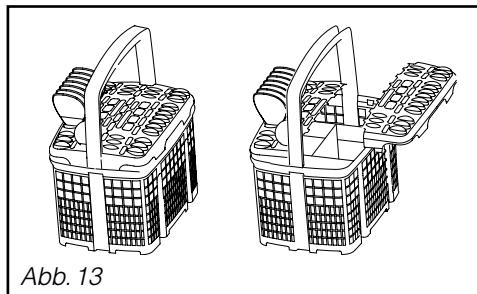

Abb. 13
**Abnehmbare Haltegitter erleichtern Ihnen das Ordnen von Besteck** (Abb. 13).